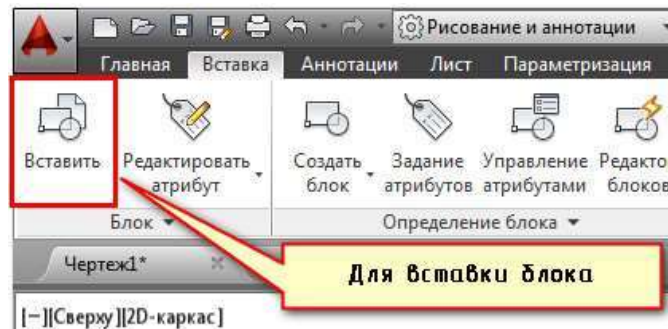

Рисунок75 - Вставка блока в Автокаде.
1. Перейти на вкладку «Вставка» → панель «Блок» → команда «Вставить»(рис.75).